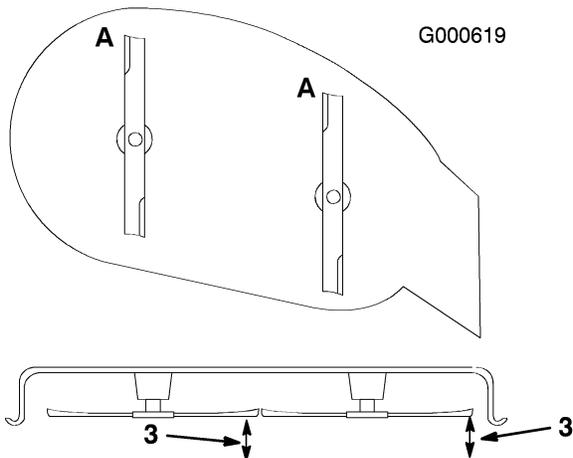

Bild 39
1. Drehen Sie die Schnittmesser, bis die Enden nach vorne und hinten gerichtet sind (Bild 39). Messen Sie von einer ebenen Fläche bis zu den Schnittkante, Position A der Messer (Bild 39). Zeichnen Sie dieses Maß auf.